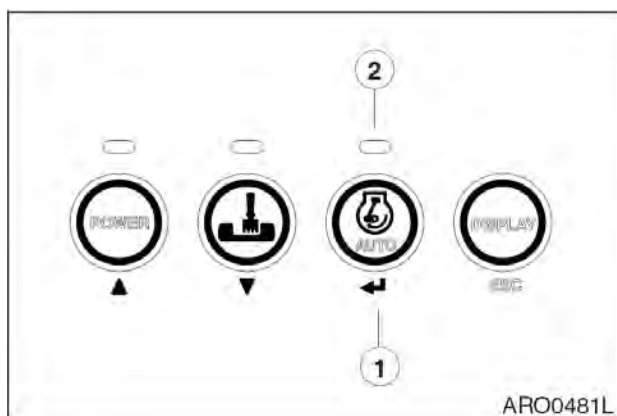

Рис. 12
6. Выключите переключатель холостого хода (1, рис. 12). Световой индикатор (2) не загорится.